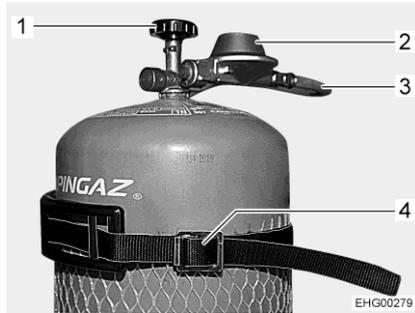

Fig. 37 Raccordo bombola del gas
- Chiudere la valvola principale di arresto (Fig. 37,1) della bombola del gas. Osservare la direzione della freccia.
- Tenere fermo il regolatore di pressione del gas (Fig. 37,2) e aprire il dado zigrinato (generalmente filettatura sinistra).
- Rimuovere il regolatore di pressione del gas con il tubo del gas (Fig. 37,3).
- Allentare le cinghie di fissaggio (Fig. 37,4) ed estrarre la bombola del gas.
- Fissare la bombola del gas con le cinghie di fissaggio (Fig. 37,4).
- Collocare il regolatore di pressione del gas (Fig. 37,2) con il tubo del gas (Fig. 37,3) sulla bombola del gas e serrare il dado zigrinato (generalmente filettatura sinistra). **Non** tirare con molta forza.